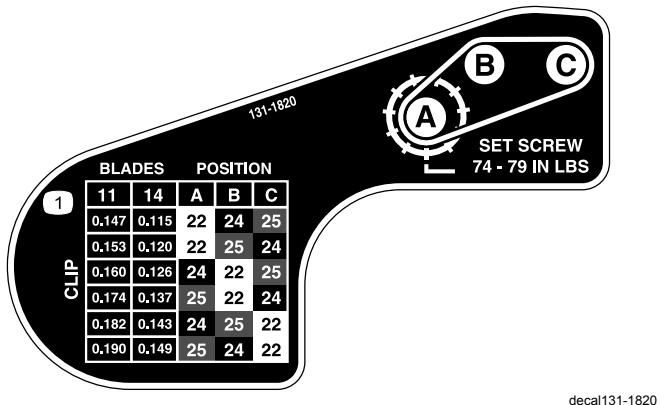

Figura 22
6. Servendovi della tabella sull'adesivo illustrato in Figura 22, determinate l'impostazione di taglio desiderata e quali pulegge dovete spostare.
9. Montate ciascuna puleggia secondo la configurazione indicata sull'adesivo (Figura 22).